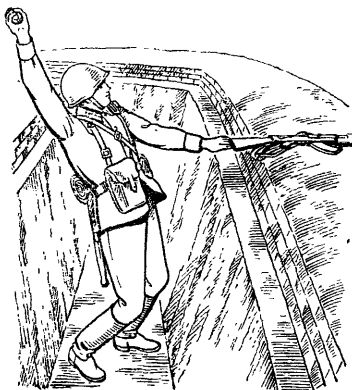

Рис. 27. Прием метания гранаты
59. Для метания гранаты из траншеи или окопа (рис. 27) надо: положить оружие на бруствер, взять гранату в правую руку и выдернуть предохранительную чеку; отставить (насколько можно) правую ногу назад, прогибаясь в пояснице и слегка сгибая обе ноги, отвести правую руку с гранатой вверх и назад до отказа; опираясь на левую руку, резко выпрямиться и метнуть гранату в цель, после чего укрыться в траншее (окопе).